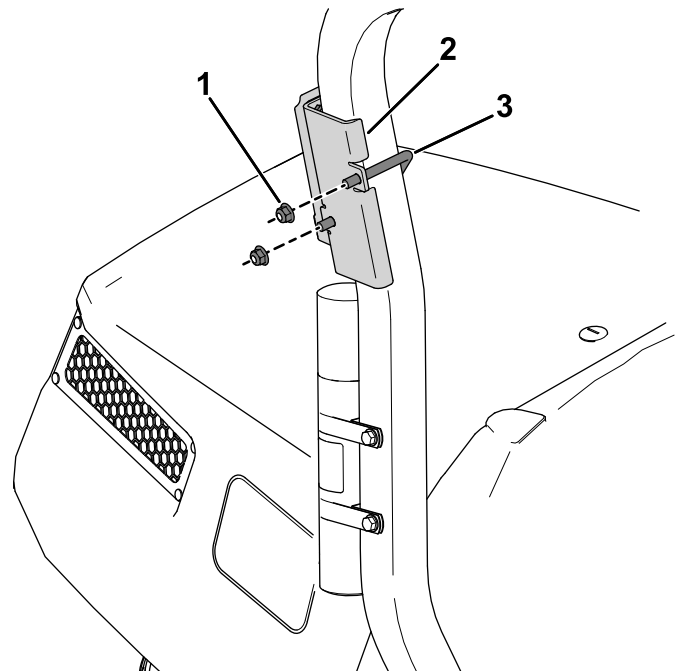

Bild 11
2. Befestigen Sie die Gerätehalterung mit einem U-Bügel und zwei Bundmuttern ($\frac{3}{8}$ ") oberhalb des Handrohrs am Überrollbügel (Bild 11).